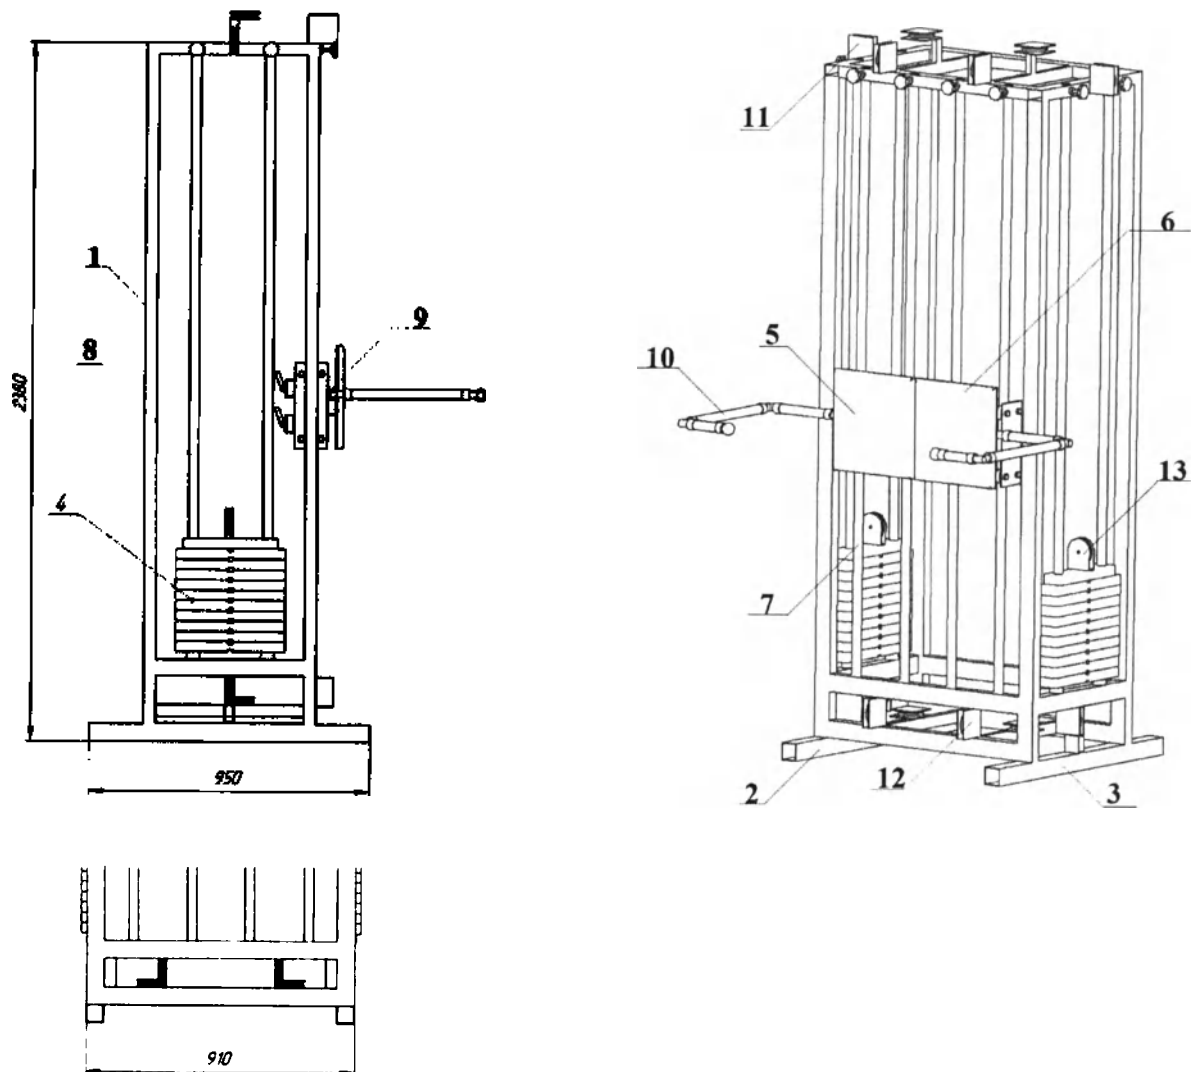

Рисунок 1 – Схема тренажера
- 4.2. Тренажёр (см. рис. 1) представляет собой сварную конструкцию на ножках. Основными частями являются: стойка для контргруза, стойка для спинки, вращающиеся ручки для разработки кистей и рук